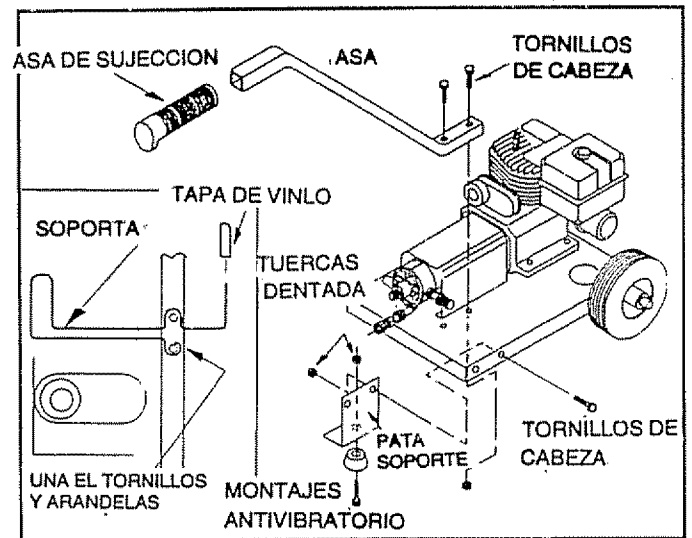

FIG. 2
- Unir las patas de soporte a la base como se muestra en la Fig. 2 con los tornillos de presión de cabeza hexagonal y las contratuerzas dentadas.
- Coloque el asidero de la manilla en el asa guía y luego una el asa guía a la base como se muestra en la Fig. 2 con dos tornillos de presión de cabeza hexagonal de M8-1 25 x 40mm y dos contratuerzas dentadas.